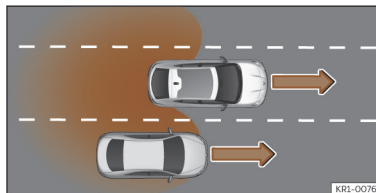

Abb. 132 Überholen auf der mittleren Spur und anschließender Wechsel auf die rechte Fahrbahn.
- Bei Überholung eines anderen Fahrzeugs >>> (**Abb. 132**) mit einer Geschwindigkeitsdifferenz von ca. 10 km/h (6 mph). Erfolgt die Überholung wesentlich schneller, erfolgt keine Anzeige.